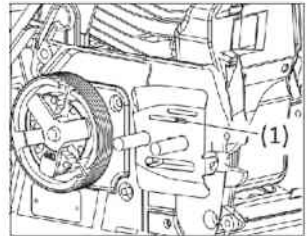

Рис. 16.1
2. Отверстие подачи масла (рис. 16.1).